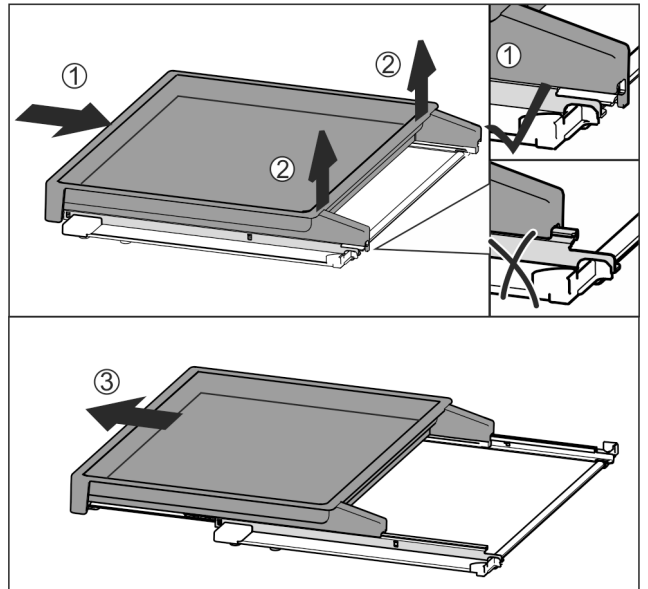

Fig. 112
- Spingere completamente il ripiano estraibile *Fig. 112 (1)*.
- Staccare il blocco sul lato posteriore *Fig. 112 (2)*.
- Estrarre in avanti il ripiano estraibile *Fig. 112 (3)*.